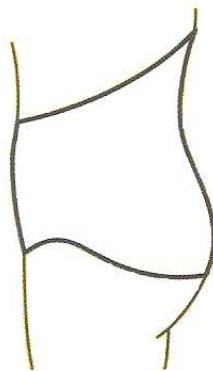

Figure 23 : CML ventrière et montante au dos⁽²⁷⁾
- CML ventrière et montante au dos. Prévue surtout pour les hommes avec proéminence abdominale, quelques fois pour les femmes. La forme montante au dos augmente la surface d'appui dorsal afin de permettre un bon maintien du tablier abdominal et un soulagement du dos (Figure 23) ;